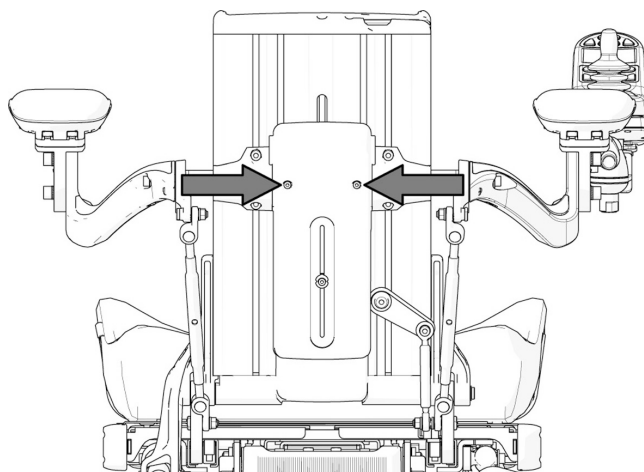

Bild 96. Plastkåpan fixeras av två skruvar
2. Lossa de två skruvar som fixerar plastkåpan på ryggstöds baksida. Vrid plastkåpan nedåt. Se bild. 96.